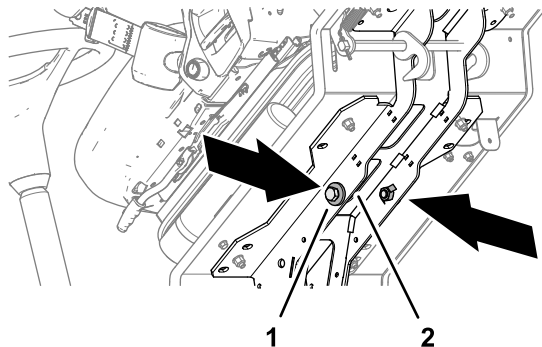

Figura 42
6. Riponete i 2 bulloni 12 x 40 mm e le 2 rondelle da 12 mm che si trovano nelle guide di sostegno della pedana (Figura 42).